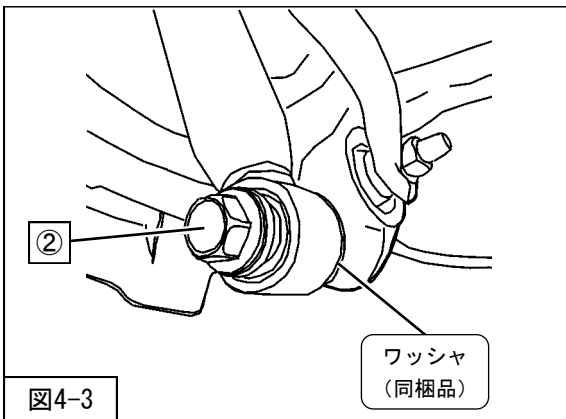

図4-3
5. ワッシャ (同梱品) をリアショックアブソーバASSYロア取付部とリアショックアブソーバASSYブッシュとの間に挿入し、リアショックアブソーバASSY (同梱品) ②リアショックアブソーバASSYロア取付ボルトを仮付けしてください。(図4-3・4-4)